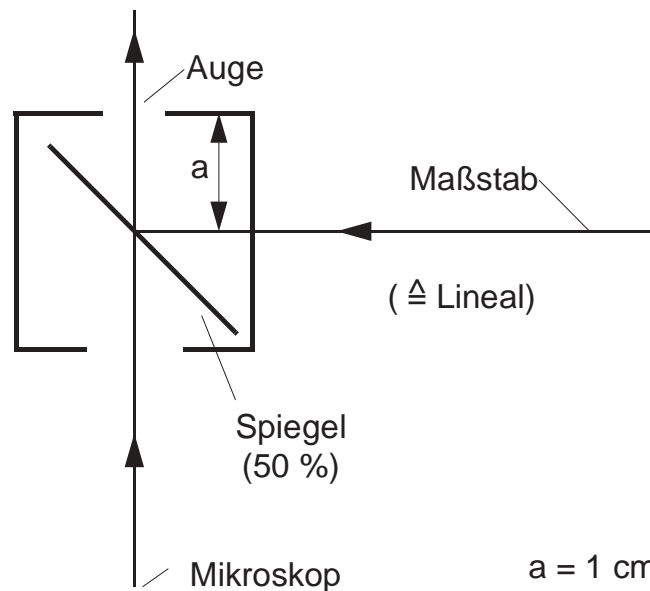

Abb. 2: Schematische Darstellung des Spiegelaufsatzes
- Bestimmen Sie die Gesamtvergrößerung des Mikroskop-Aufbaus. Schieben Sie dazu den Spiegelaufsatz vor das Okular. Durch den Spiegelaufsatz wird ein im Abstand der deutlichen Sehweite aufgebaute Vergleichsmaßstab eingeblendet und mit dem Bild des Objektmikrometers verglichen (siehe Abb. 2). Benutzen Sie das maximal abgebildete Gesichtsfeld (warum?). (Vorsicht! Beim Vergleichen der Bilder nicht den Kopf drehen! Warum?). Geben Sie Fehlergrenzen an und vergleichen Sie sie mit den Herstellerangaben.